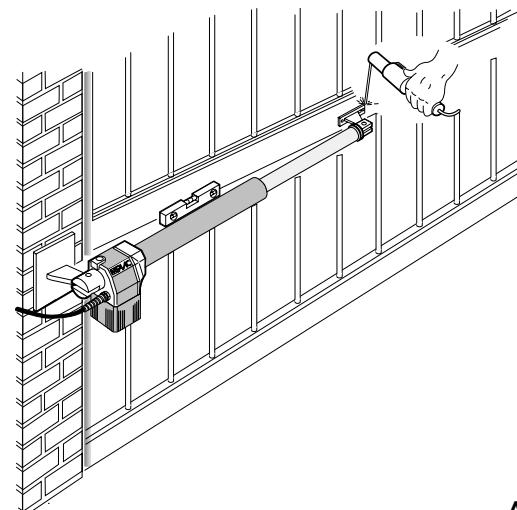

Abb. 6
- 8) Den Torflügel schließen und bei waagrechtem Antrieb die vordere Anschlußposition am Tor ermitteln (Abb. 6).